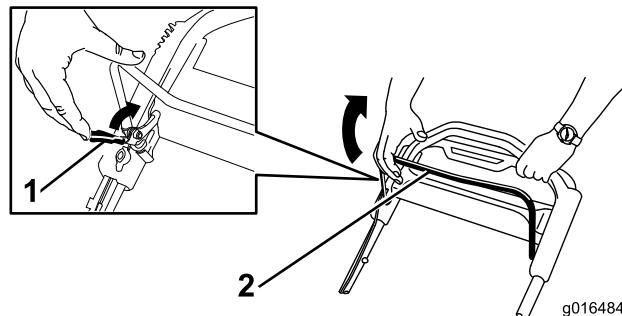

Рисунок 20
2. **Медленно** потяните штангу управления ножом обратно к рукоятке (Рисунок 20).
1. Потяните фиксатор штанги управления ножом в сторону штанги (Рисунок 20).